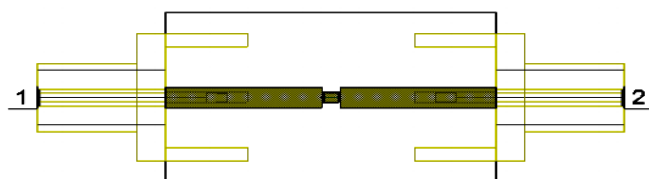
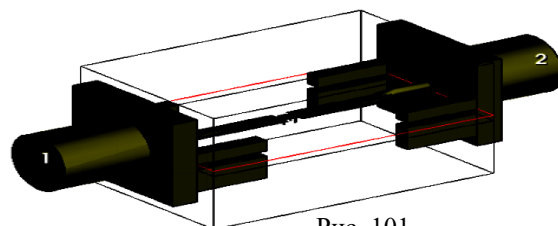

Рис. 100
Рис. 101
15. Выберите **Draw>Add Edge Port** и установите курсор мыши на край центра проводника слева **SMA** до отображения контура порта. Щелкните мышкой для размещения порта. Повторите этот шаг для правого порта. После этого двухмерный вид должен отображаться как показано на рис. 100, трёхмерный вид на рис. 101.